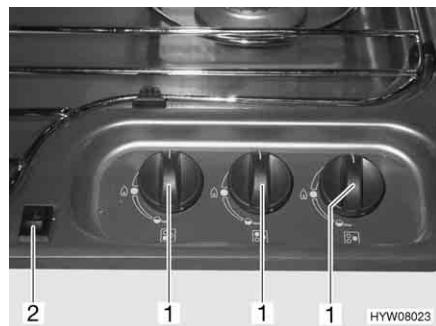

Fig. 98 Elementi di comando del fornello a gas
■ Ruotare il pomello girevole (Fig. 98,1) dell'impianto a fiamma libera desiderato in posizione accesa (fiamma alta).
■ Premere l'interruttore a bilico (Fig. 98,2). Sul bruciatore vengono prodotte scintille.